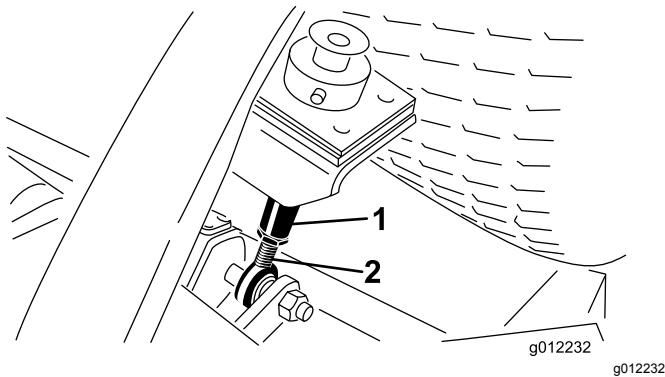

Bild 12
8. Lösen Sie die Klemmmuttern unten an den Schnitthöhenstangen (Bild 12).